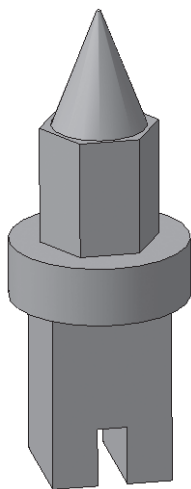

Рис. 149
Проанализируем форму предмета рис. 149.
-  – создайте объект (рис. 149).